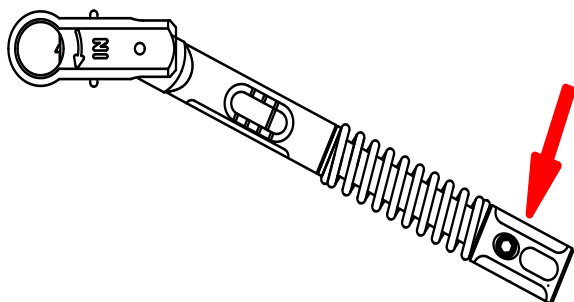

Figura 2
- Punctul de presiune pentru o eliberare exactă a cuplului se află exclusiv la mânerul piuliței de reglare (a se vedea săgeata din **Figura 2**).